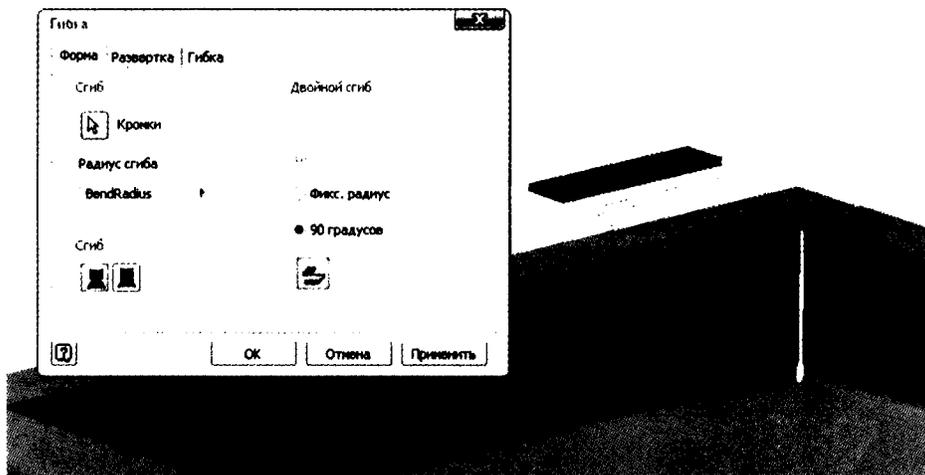

Рис. 10.10. Инструмент Сгиб строит геометрию между элементами
5. Вернитесь к опции **90 градусов**, затем нажмите кнопку **Обратить фиксированную кромку**. На вашем экране появится картинка, как на рис. 10.10.